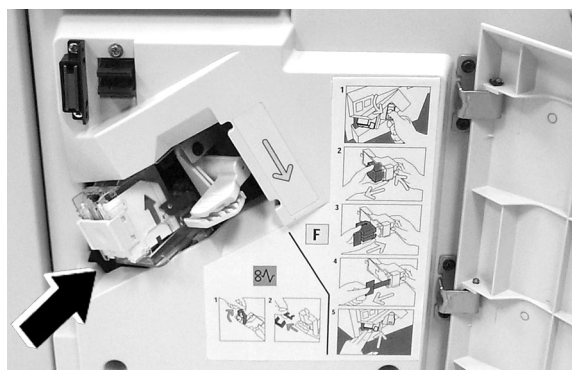

Figura 8: Inserir o Cartucho de Agrafos no respectivo suporte
- 8 Agarre o Cartucho de Agrafos pela barra dourada e insira-o no respectivo suporte (Figura 8).